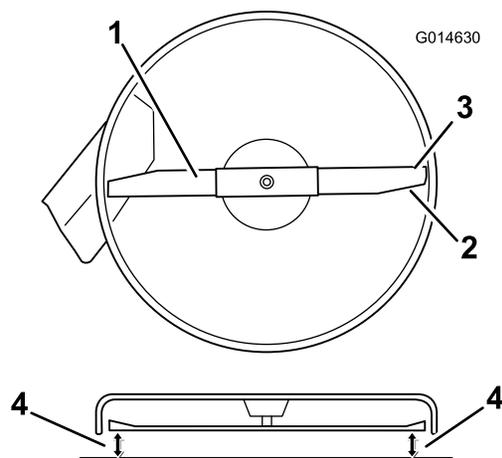

Bild 49
- Drehen Sie das Schnittmesser vorsichtig in Querrichtung (Bild 49).
- Messen Sie den Abstand zwischen den äußeren Schnittkanten und der ebenen Oberfläche (Bild 49). Wenn beide Messwerte nicht innerhalb von 5 mm liegen, ist eine Einstellung erforderlich. Machen Sie mit diesen Schritten weiter.